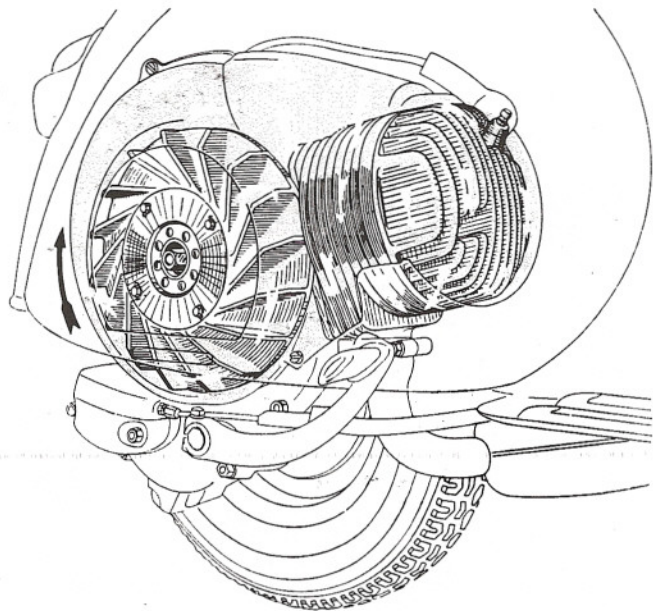

Fig. 4/A - Circuito di raffreddamento
**Raffreddamento** (ved. fig. 4/A): realizzato a qualsiasi velocità da un ventilatore centrifugo (raffreddamento ad «aria forzata»).